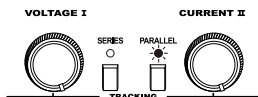

图 6
1. 短按 PARALLEL 按键，按键灯亮起，此时电源设定在并联模式。图6所示